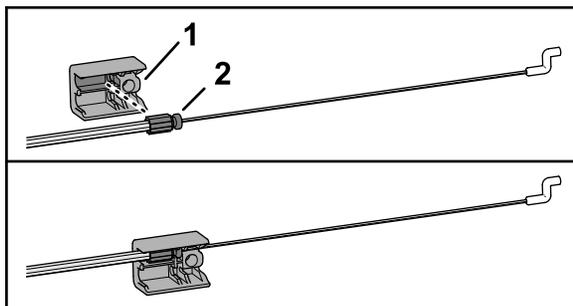

図 9
1. ケーブル被覆の端についているフィッティングをハンドルバーのフィッティングにはめ込む 図 9。